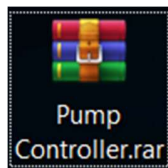

Imagen 1
- 1) Se debe contar con el archivo comprimido que le da nombre al software, como se muestra en la imagen 1.